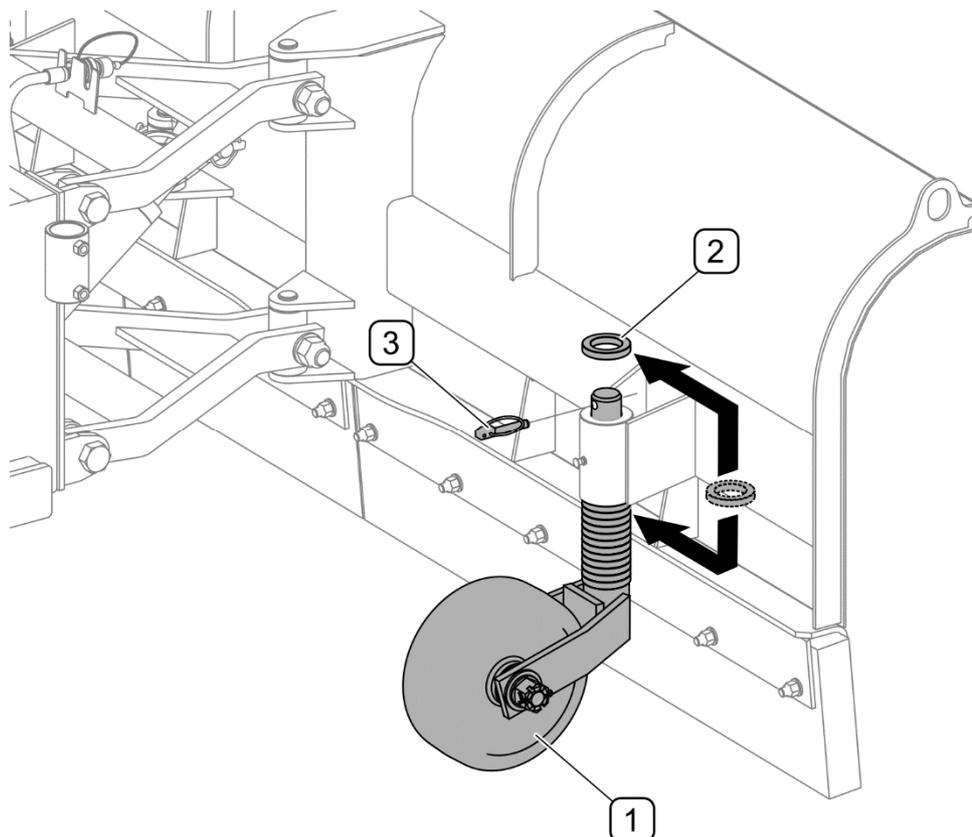

РИСУНОК 4.11 Регулирование опорных колес (опция)
(1) - ходовое колесо; (2) - дистанционная шайба; (3) - шплинт
Опционально снегоотвал может быть оснащен опорными колесами (РИСУНОК 4.11). Колеса используются с целью поддержания интервала между очищаемой поверхностью и кромками отвала, для ограничения толщины сгребаемого слоя или для ограничения углубления в мягкий снег. Регулирование высоты опорных колес происходит при помощи дистанционных шайб через каждые 10 мм. Чтобы поднять колесо (1), необходимо вынуть чеку (3) и переложить соответствующие дистанционные шайбы (2) на стойку колеса. Рекомендуется установить колеса так, чтобы комки отвала слегка касались очищаемой поверхности. Высота правого и левого колес должна быть одинаковой.